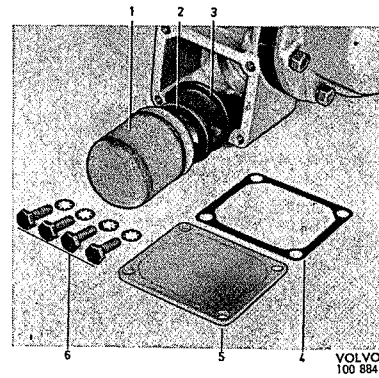

Fig. 1-5. Oliezeef van overdrive
1. Verwijder het deksel 5 (Fig. 1-5). Haal de oliezeef (1) eruit en de magnetische ringen (2) zie Fig. 1-5. Reinig de oliezeef in petroleum of benzine. Blaas hem droog met luchtdruk.
2. Controleer of de pakking (3) in goede staat verkeert. Draai de met staal beklede kant naar het huis toe en breng de pakking op z'n plaats.
4. Monteer het oliefilter (1), de magnetische ringen (2), een nieuwe pakking (4) en het deksel (5).